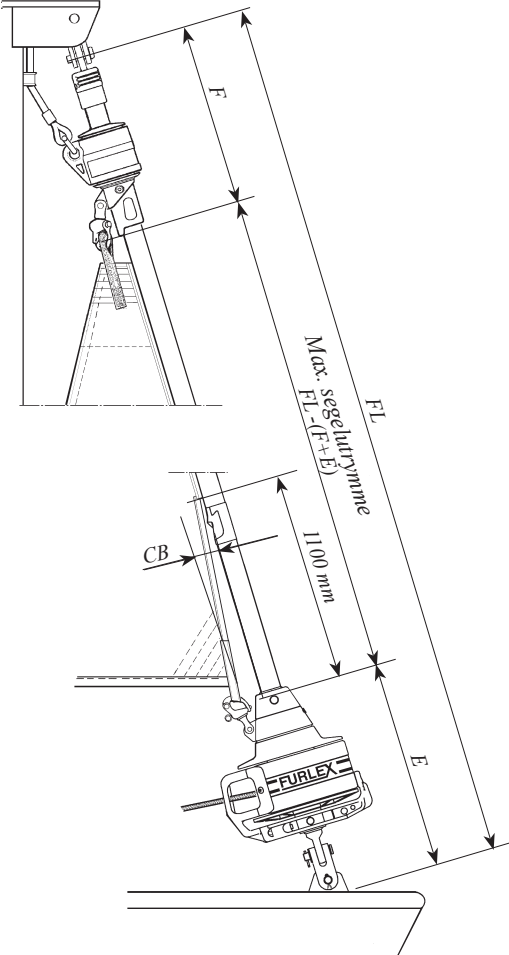

Fig. 7.1.b
- ☐ Pour pouvoir s'adapter au système Furlex, une voile existante peut nécessiter d'importantes modifications. La longueur maximum du guindant se calcule dans le tableau 7.1.1 et la fig. 7.1.b FL-(F+E) (longueur de l'étai existant indiquée dans le tableau 3.5.1 - moins déduction de tête et d'amure).